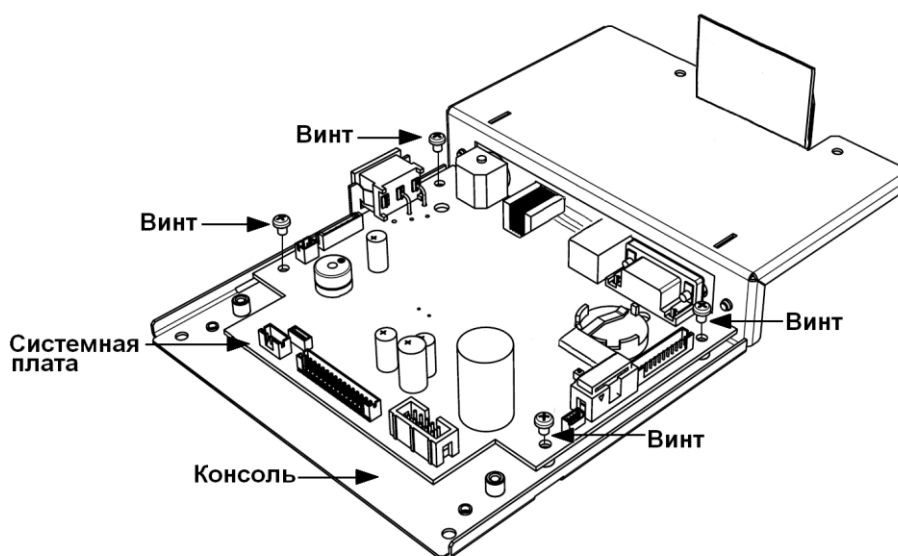

Рисунок 9 Отсоединение консоли системной платы
Отсоединение консоли системной платы (см. Рис. 9):
3. Отсоедините системную плату от консоли, открутив четыре винта, и выньте плату (см. Рис. 9).